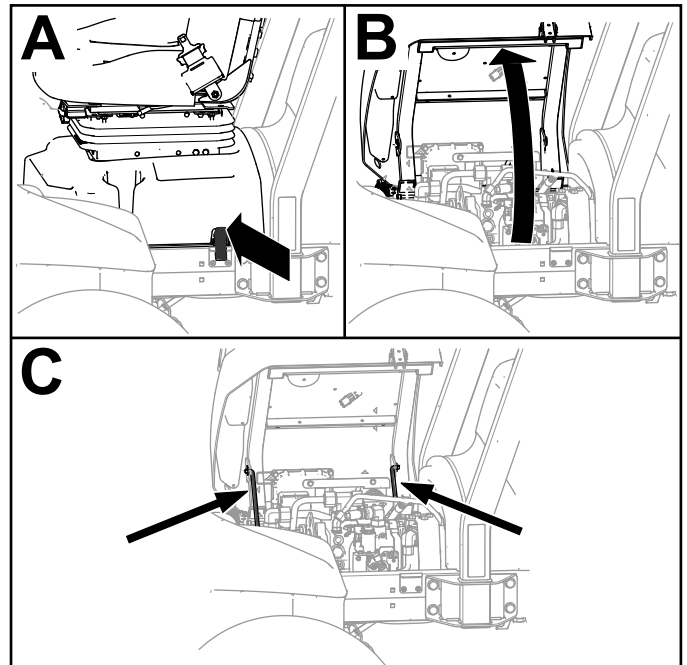

Figura 104
1. Desenganche la base del asiento (Figura 104, A).
2. Incline el asiento y la base (Figura 104, B).
3. Coloque las varillas de sujeción (Figura 104, C).